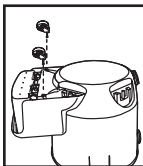

FIGURE 5
3. Prenez deux roulettes et placez une rondelle sur la tige de chacune d'elle. Insérez les roulettes dans le porte-accessoires en glissant les tiges des roulettes dans les orifices prévus à cette fin. Appliquez une pression et un mouvement de torsion jusqu'à ce que les roulettes s'enclenchent. **FIGURE 5.**